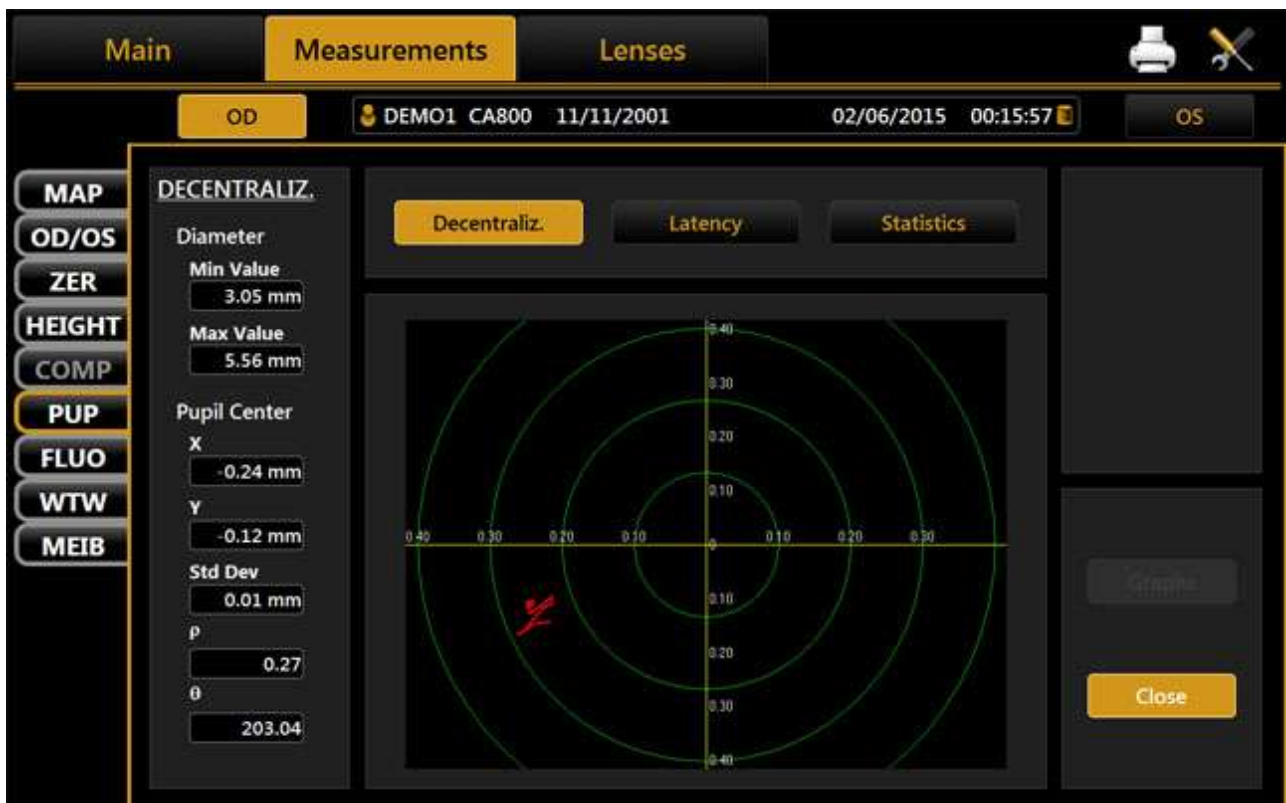

Fig. 49
- **Decentralization** (Fig. 49)